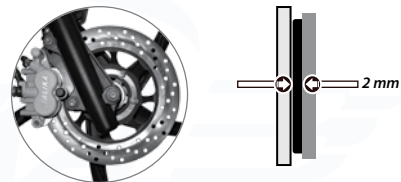

Imagen 20. Desgaste de freno delantero.
2. Revisar el nivel de desgaste de las balatas del freno delantero. Ver imagen 20.